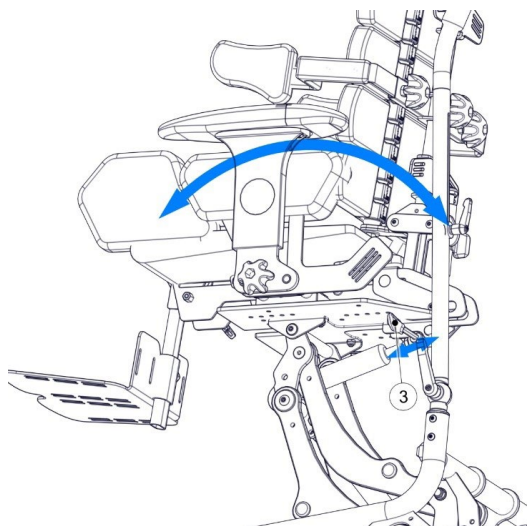

рис. 12
Чтобы установить необходимый угол наклона сиденья, удерживайте сиденье за ручку, ослабьте фиксатор наклона, осторожно открыв рычаг блокировки и освобождения (2), установите сиденье в нужное положение и подтяните снова рычаг блокировки и освобождения. (2). Помните, что наклон вперед осуществляется силой человека, управляющего устройством. Это может быть намного сложнее для пациента с максимально допустимым весом. В этом случае, где это возможно, рекомендуется выполнять регулировки, когда пациент находится вне сиденья. (рис. 12)